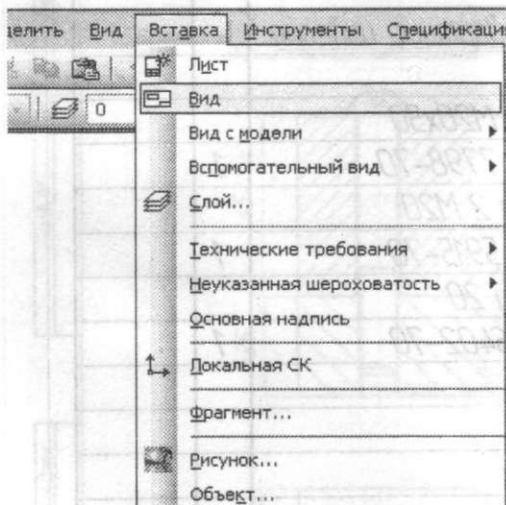
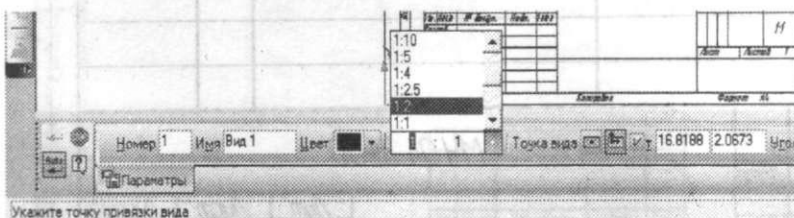
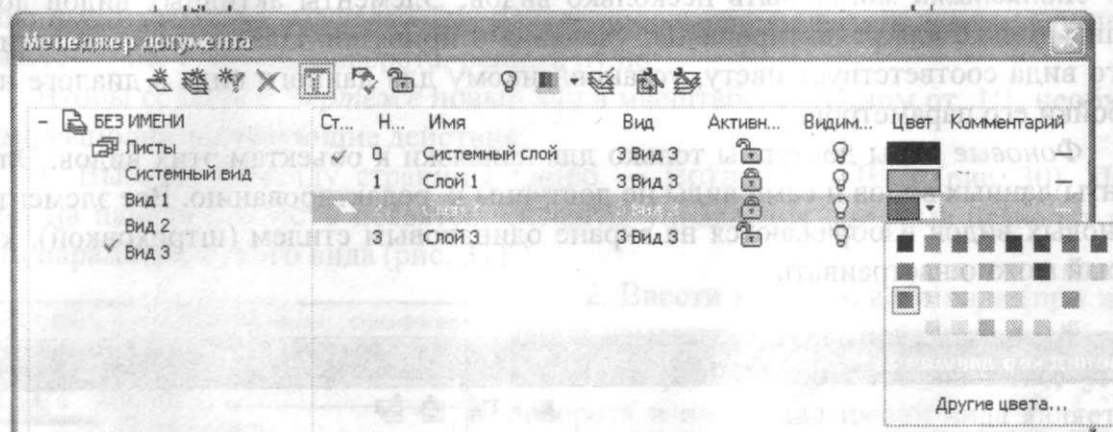

Рис. 30. Страница Меню → Вставка
Рис. 31. Панель Свойств операции Вид
Рис. 33. Окно Менеджер документа (для Слоя)
1. Выбрать команду страницы Меню → Вставка → Вид (рис. 30). При этом на панели Свойств появятся элементы управления, которые позволят задать параметры нового вида (рис. 31).
новый и погашенный, и работа с ними аналогична работе с видами. Чтобы создать новый слой обращаются к странице Меню → Вставка → Слой... (см. рис. 31). При этом открывается окно Менеджер документа (для слоев) (рис. 33). Кнопка Создать слой  этого окна позволяет задать параметры создаваемого слоя: номер, цвет, имя.
3. Выбирают нужную операцию щелчком мыши на кнопке панели Инструментов или в строке Меню с помощью последовательности Операция → Операция и далее выбирают команду, например, Выдавливания (см. рис. 33).